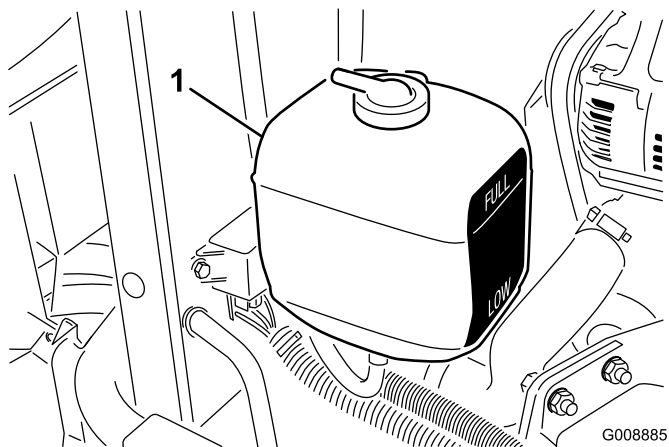

図 24
1. 補助タンクの冷却水量を点検する（図 24）。エンジンが冷えた状態で、タンク側面についている 2 本の線の間であれば適切である。